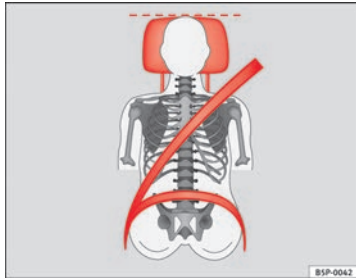

Abb. 12 Richtiger Gurtbandverlauf und richtige Kopfstützeinstellung von vorne betrachtet
- Der Schultergurt muss ungefähr über die Schultermitte verlaufen. Der Sicherheitsgurt muss flach und fest am Oberkörper anliegen ⇒ **Abb. 12.**